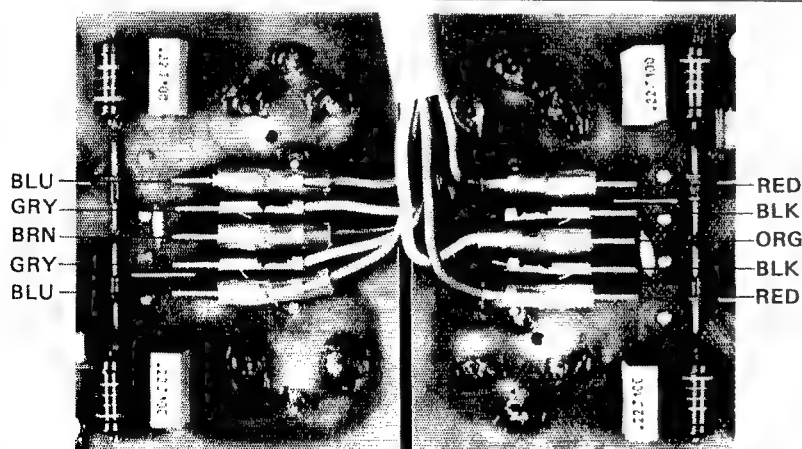

Fig. 2.4
- Auf beiden Endstufenprints je 5 Flachstecker ausziehen (Fig. 2.4).
- Unplug 5 flat connectors on each of the power stage circuit boards (Fig. 2.4).
- Retirez les 5 connecteurs plats de chaque étage de puissance (fig. 2.4).